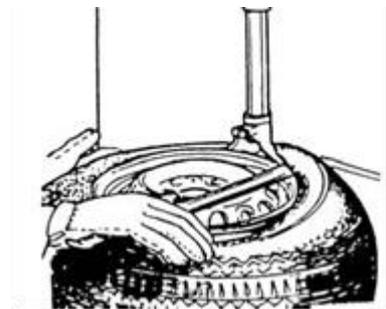

Abbildung 6
3. Setzen Sie den Hubhebel zwischen den Reifenwulst und den vorderen Teil des Montagekopfes ein und bewegen Sie den Reifen über den Montagekopf, wie in Abb. 6 dargestellt.
Wenn der Hubhebel in der als Abb. 6 gezeigten Position gehalten wird, drehen Sie den Drehtisch im Uhrzeigersinn um die Hälfte durch Drücken des Rückwärtspedals. Fahren Sie fort, bis der Reifen vollständig von der Felge getrennt ist.
Hinweis: Der Reifen kann aufgrund der Härte leicht aus dem Montagekopf herausgeschoben werden. Um dies zu verhindern, wird mit dem Hubhebel, der in der Position wie in Abb. 6 dargestellt gehalten wird, der Drehtisch zuerst um ca. 1~2 cm gegen den Uhrzeigersinn und danach im Uhrzeigersinn gedreht.